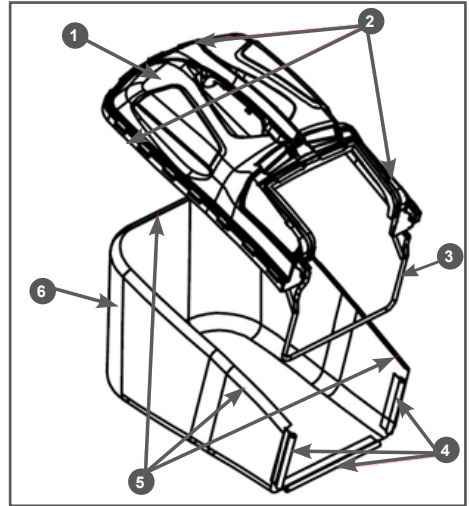

Рис. 3 Сборка травосборника
9. Соберите травосборник (для моделей LM4630 и LM5131). Для этого возьмите крышку 1 и мешок 6 травосборника и совместите ленту 5 мешка с пазом 2 крышки (Рис. 3). Вставьте ленту мешка в паз крышки и нажимайте ее до щелчка по всей длине так, чтобы она надежно вошла в паз. Вставьте рамку 3 крышки в разъем 4 мешка травосборника. Травосборник собран.